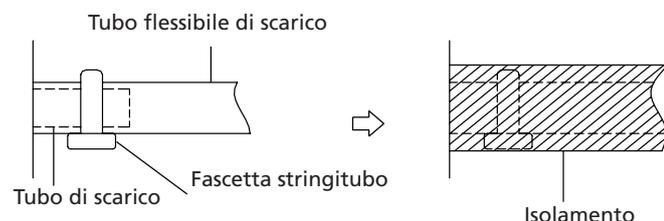

Fig. 6.1
2. Collegare l'estremità del tubo flessibile di scarico al tubo di scarico dell'unità. Avvolgere l'estremità del tubo flessibile e fissarla saldamente con una fascetta stringitubo. (Fig. 6.1)